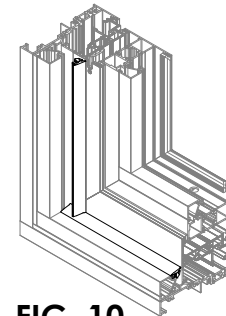

FIG. 10
- Insérer le joint d'étanchéité du vitrage en commençant à une extrémité, et répéter l'opération tous les 16 po [406]. S'assurer que l'autre extrémité du joint est insérée avant de dérouler le reste du joint. **Voir FIG. 10**
- Insert glazing Garniture starting from one end, repeat this every 16" [406]. Ensure opposite end of the Garniture is inserted before rolling remaining Garniture. **See FIG. 10**